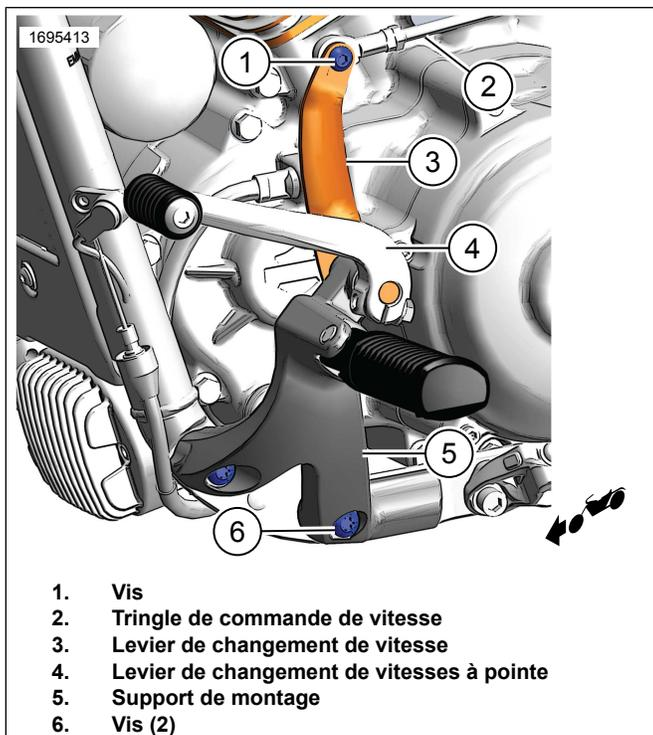
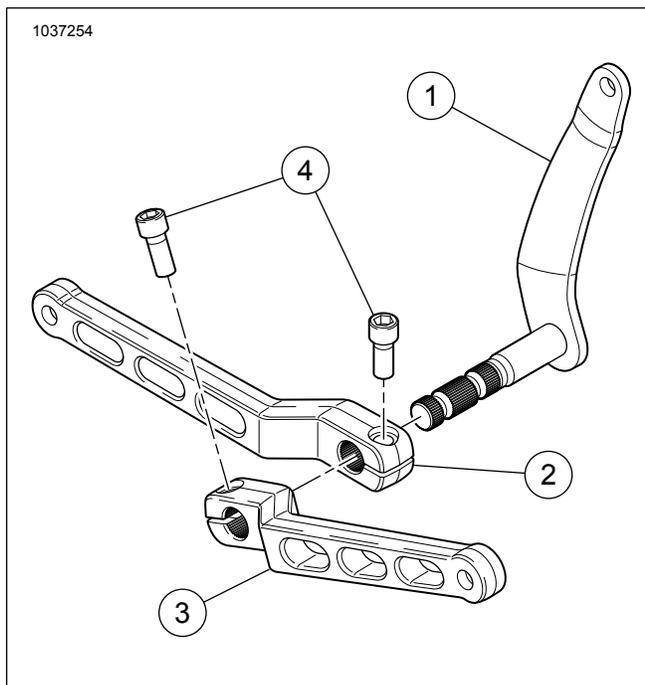
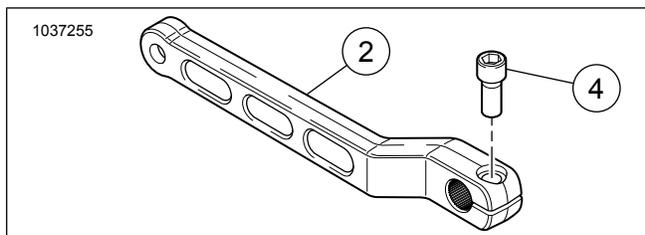
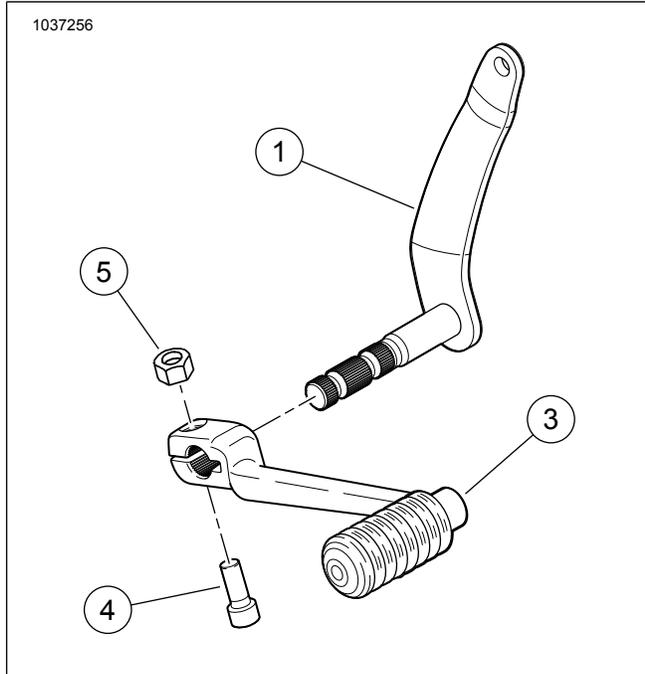

Figure 1. Support pour les pieds
Figure 2. Kit de levier de changement de vitesse talon/pointe
Figure 3. Kit de levier de changement de vitesse de pointe
Figure 4. Kit de levier de changement de vitesse de talon
Consulter Figure 2 , Figure 3 et Figure 4 et Tableau 1 .
1. Voir la Figure 3. Retirer Équipement d'origine (OE) le levier de vitesses. Consulter le manuel d'entretien.
2. Installer le levier de vitesses à pointe(1) au manche cannelé, en s'assurant que l'angle du levier soit la même que celle d'origine lorsque le levier de vitesse a été retiré précédemment.
3. Une fois que le levier de vitesses à pointe est assemblé dans le bon angle, installer une vis à tête creuse (4), et serrer à valeur listée dans le manuel de service.
1. Voir la Figure 1. Retirer OE le levier de vitesses à pointe (4) de l'arbre cannelé de changement de vitesses (3).
2. Retirer OE le levier de vitesses (3) de la tige de changement de vitesses (2).
3. Retirer OE le levier de vitesses (3) de la tige de changement de vitesses (5). Conserver le O-ring et l'entretoise.
4. Retirer les deux vis (6) du support de marche pied du pilote sur le cadre. Conservez les vis.
5. Voir la Figure 2. Installer OE le O-ring et l'entretoise au **nouveau** levier de changement de vitesses (1).
6. Voir la Figure 1. Installer le **nouveau** levier de changement de vitesses (3) au support de montage (5).
7. Appliquer le frein de filet sur les vis (6) retirés plus tôt.
10. Voir la Figure 2. Installer le levier de changement de
11. Voir la Figure 2. Installer le levier de changement de